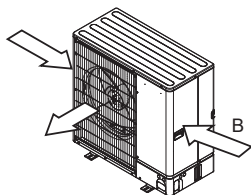

Fig. 2-5
- (3) Posisjoner enheten slik at luftutløpet blåser vinkelrett i forhold til vindretningen. (Fig. 2-5)